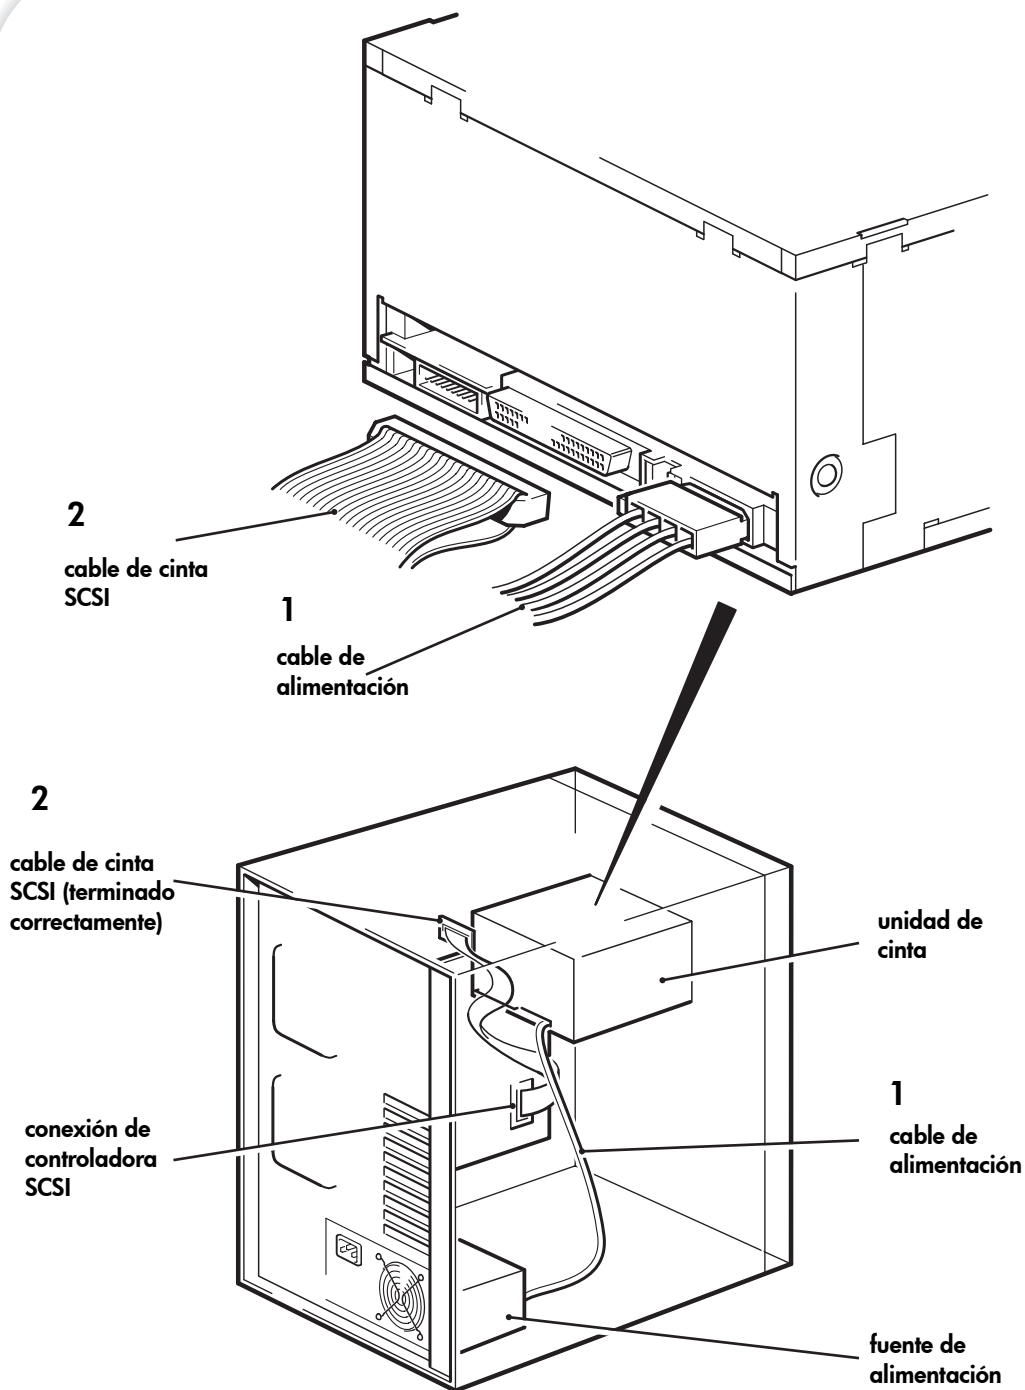

Figura 7: conexión de los cables de alimentación y SCSI
- 1 Conecte un cable de alimentación libre desde la fuente de alimentación interna del servidor al conector de alimentación según se muestra en la Figura 7, elemento 1.
- 2 Enchufe un conector adicional al servidor o un cable de cinta SCSI de HBA al conector SCSI de la unidad, como se muestra en la Figura 7, elemento 2.
Por tanto, suponiendo que el HBA es el primer dispositivo del bus, deberá verificar que el segundo terminador está colocado tras el último dispositivo según se muestra en la Figura 7, elemento 2.